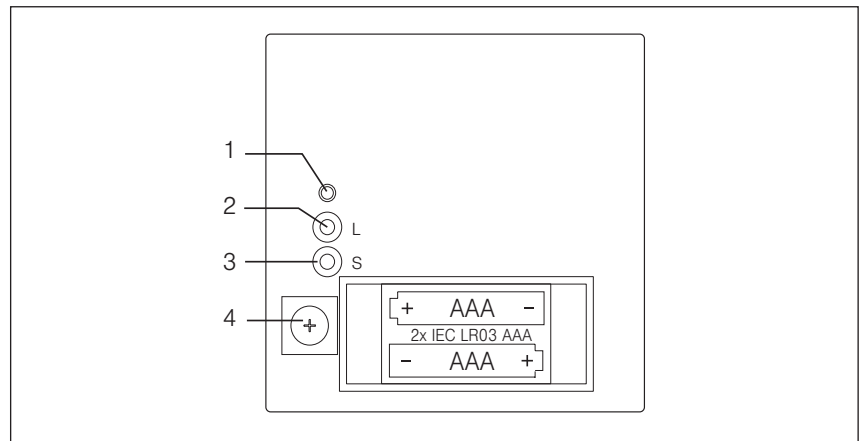

Abb. 17 Bedienelemente auf der Rückseite des Wandsenders.
- 1 **Sende-LED**, leuchtet, wenn ein Fahrbefehl gesendet wird. Wenn die Batterien verbraucht sind blinkt diese LED beim Senden eines Fahrbefehls. Bei völlig entladenen Batterien leuchtet die LED nicht. Wurde die Modustaste (Abb. 17) gedrückt, blinkt diese LED.